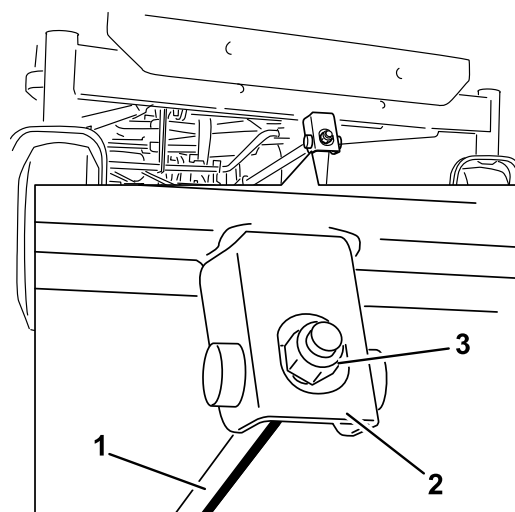

**Figure 56**
4. Faites pivoter les lames avec précaution pour faire passer les pointes avant à l'arrière (Figure 56).
5. Mesurez la distance entre la pointe de la lame avant et la pointe de la lame arrière par rapport à la surface plane (Figure 56). Si la pointe avant de la lame n'est pas de 1,6 à 7,9 mm (1/16 à 5/16 po) plus basse que la pointe arrière, réglez le contre-écrou avant.
8. Une fois le réglage effectué, vérifiez à nouveau l'inclinaison avant/arrière des lames. Poursuivez le réglage de l'écrou jusqu'à ce que la pointe avant de lame soit de 1,6 à 7,9 mm (1/16 à 5/16 po) plus basse que la pointe arrière (Figure 56).